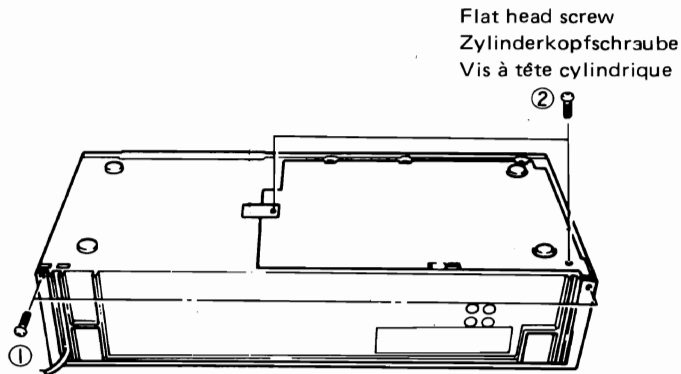

Fig. 2 Abb. 2
- 2. Top Cover (Fig. 2)**
- 3. Bottom Cover (Fig. 2)**
- 2. Obere Abdeckung (Abb. 2)**
- 3. Boden-Abdeckung (Abb. 2)**
- 2. Couvercle supérieur (Fig. 2)**
- 3. Couvercle inférieur (Fig. 2)**